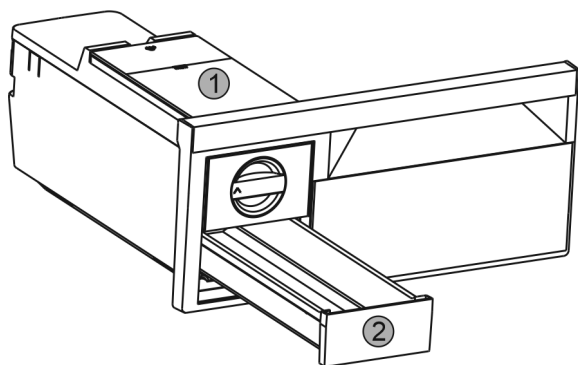

Fig. 49
- ▶ Wyjąć zbiornik wody Fig. 49 (1) i szufladę na kostki lodu Fig. 49 (2).